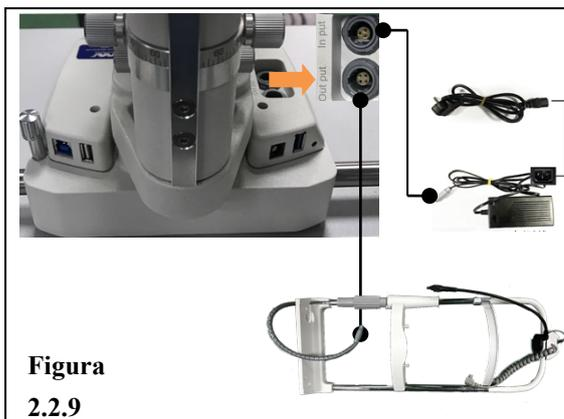

Figura 2.2.9
3. Consulte la figura 2.2.9. El enchufe de aviación de 4 clavijas de la mentonera está conectado a la "Salida" en la base del microscopio de lámpara de hendidura; el adaptador de corriente está conectado a la "Entrada" en la base del microscopio de lámpara de hendidura.